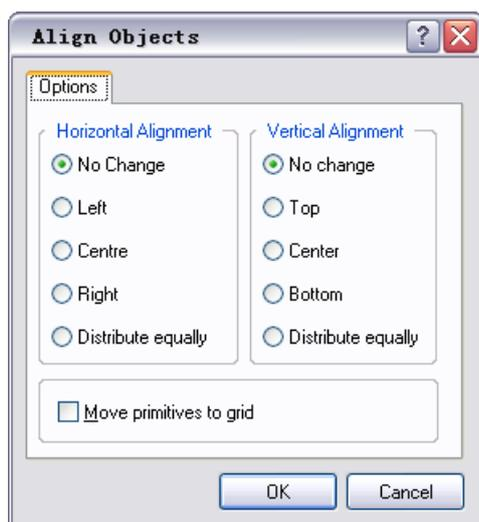

图 3-53 对齐设置
- 【Align】对齐: 选中需要对齐的器件后执行该命令, 则弹出图 3-53 所示的对齐操作设置命令: 该设置可分为三个部分: